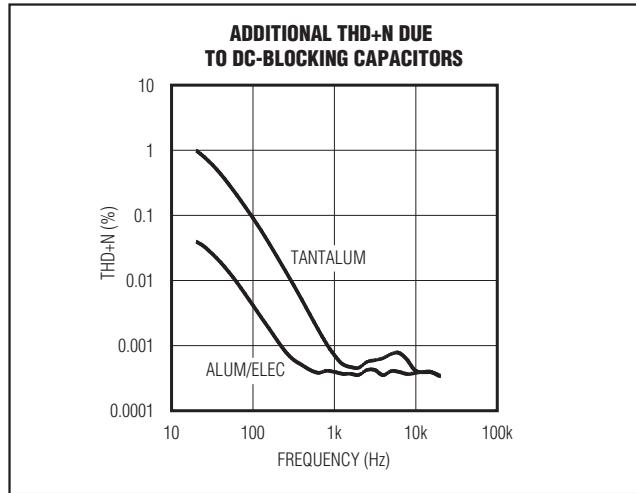

图3. 隔直电容引起的失真
- 2) 当电容两端电压变化时，容值随之变化，隔直电容的电压系数会导致音频再生信号失真。在-3dB频率点以下的低频范围内，容抗起主要作用，电压系数表现为失真随频率变化。图3给出了两种不同介质电容引入的THD+N。注意，在100Hz以下，THD+N增加很快。